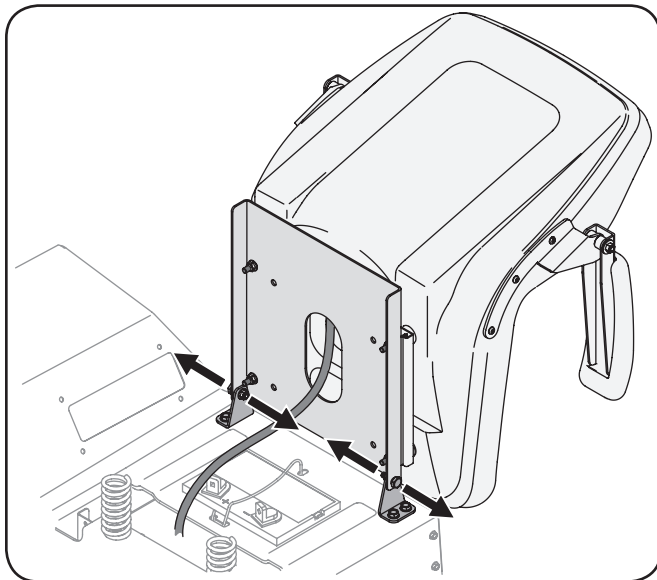

Figure 3-3
- Retirez les deux boulons à épaulement et écrous freinés de la plateforme du siège comme le montre la figure 3-3.